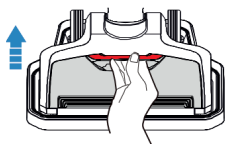

Fig. 7
- Para retirar a tampa, coloque os dedos na posição ilustrada na fig.7 e abra-a.